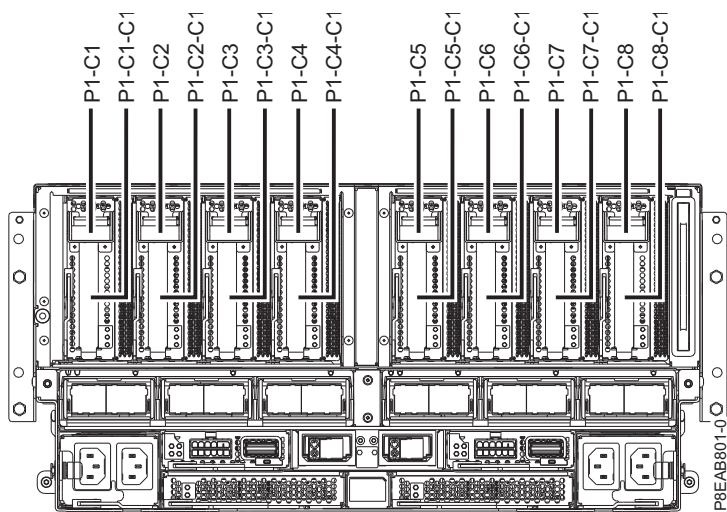

Figura 25. Ubicaciones de las ranuras del adaptador PCIe en el sistema
1. Determine la ranura en la que desee instalar un adaptador PCIe. Las ranuras del adaptador PCIe se hallan en la parte posterior de un sistema. En la Figura 25 se muestran los códigos de ubicación del adaptador PCIe.